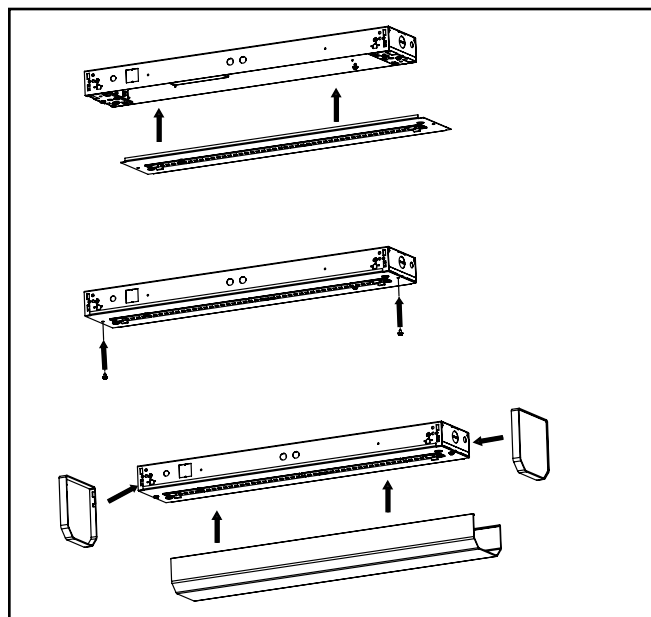

Figura 3.
5. Instale la cubierta del canal con los tornillos incluidos y vuelva a colocar el lente y la tapa de extremo en la luminaria (Figura 3).